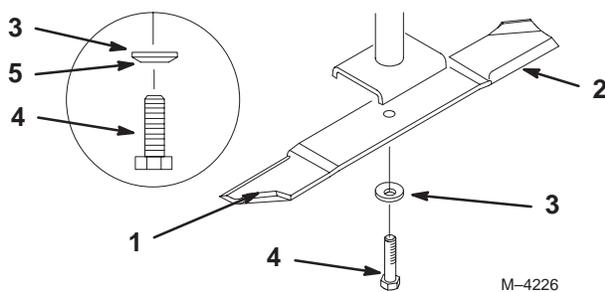
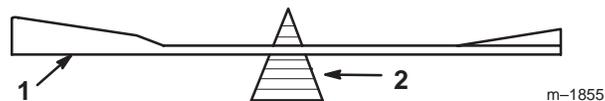

Figure 30
Figure 32
Tenez la lame à son extrémité avec un chiffon ou un gant épais. Retirez le boulon, la rondelle élastique et la lame de l'axe (Fig. 30).
2. Vérifiez l'équilibre de la lame en la plaçant sur un équilibreur (Fig. 32). Si la lame reste horizontale, elle est équilibrée et peut être utilisée. Si la lame est déséquilibrée, limez un peu l'extrémité de la partie incurvée seulement (Fig. 30). Vérifiez de nouveau et répétez la procédure jusqu'à ce que la lame soit équilibrée.
1. Placez la lame sur l'axe (Fig. 30).
2. Installez la rondelle élastique et le boulon de la lame. Le cône de la rondelle élastique doit être dirigé vers la tête du boulon. (Fig. 30). **Serrez le boulon de la lame à 115–150 Nm (85–110 pieds/livres).**